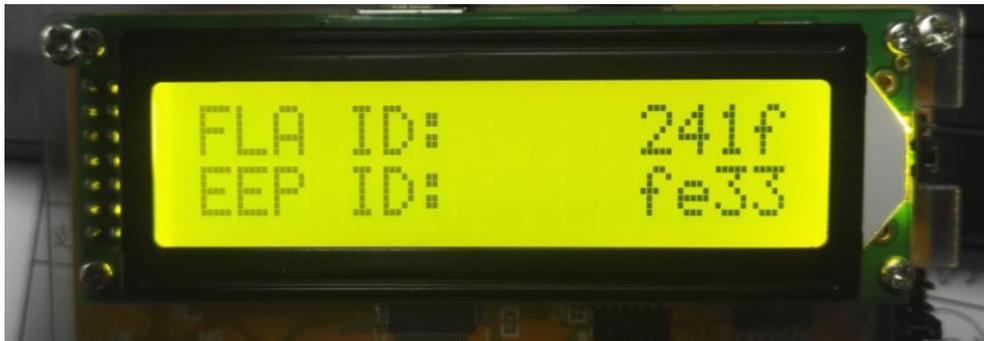
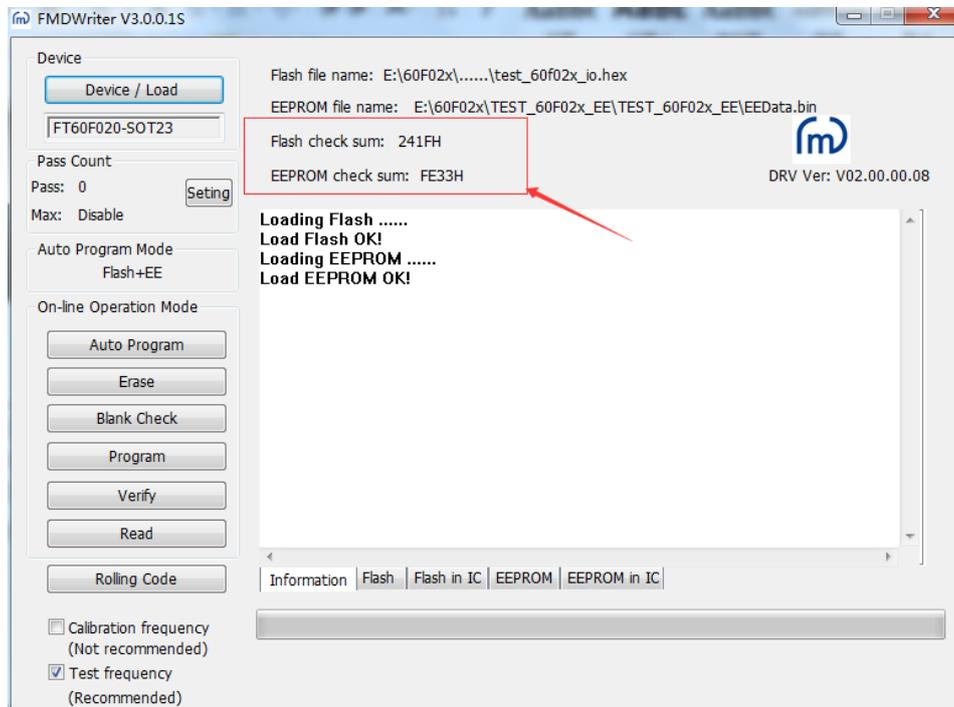

图 23.烧录器 CheckSum 信息
图 24.上位机显示的 CS 信息
- ◆ 开启烧录软件联机下载程序文件和 EEPROM 文件到烧录器并记下其 Checksum 值，详细操作请参考 2.1 相关信息；断开烧录器同电脑连接重新上电烧录器会自动复位并进入脱机模式，观察其液晶滚动信息中的 CheckSum 值（图 23）同下载程序的 CheckSum 值是否相同（图 24）。